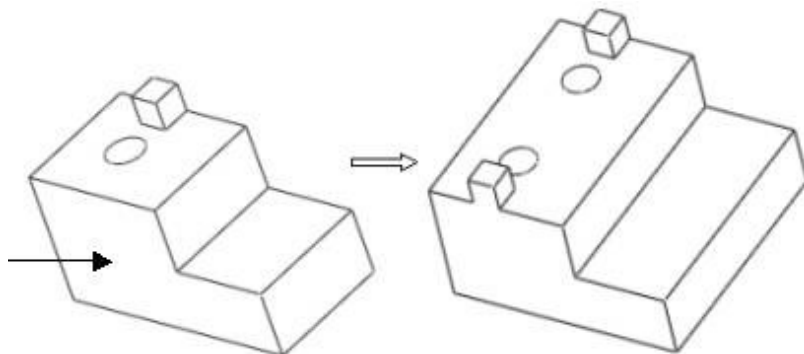

图 7-4 练习 7-4 操作示意图
【练习 7-4】： 打开附盘 “\ch07\7-4.prt”文件，使用【镜像】命令完成如图 7-4 所示的模型。
方法1：(1) 单击菜单【编辑】→【特征操作】选项，打开【特征】菜单。(2) 单击【复制】选项，系统显示【复制特征】菜单。(3) 依次单击【镜像】、【所有特征】、【独立】、【完成】选项。(4) 系统提示选择镜像平面，选择图 7-4 中箭头指示的面为镜像平面
方法2：在模型树中选中“7-4.prt”，单击按钮，打开镜像特征操控板，选择图 7-4 中箭头指示的面为镜像平面。